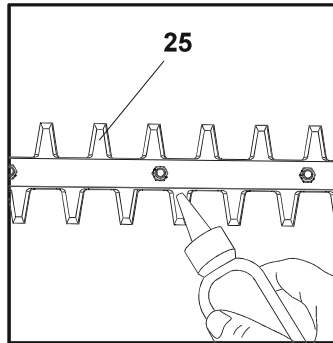

Fig. 44
13. Lubrifique as superfícies internas da lâmina se a lâmina do aparador de sebes (25) sobreaquecer durante o funcionamento (Fig. 44).